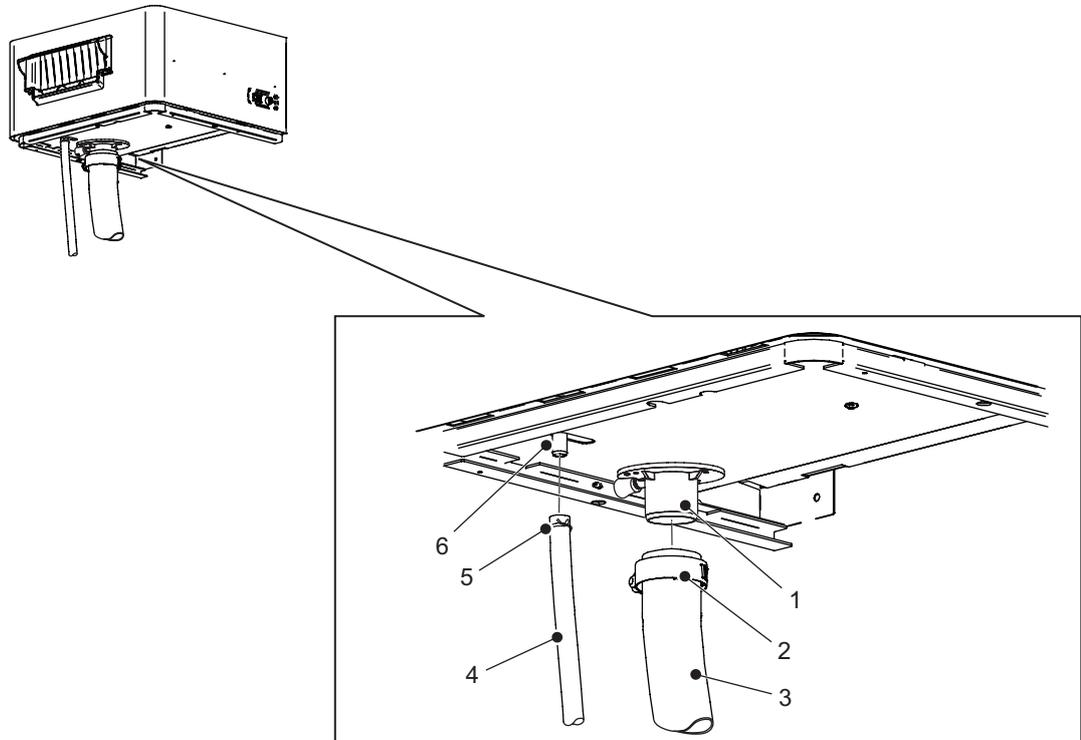

Bild 12: Schlauchanschlüsse am Ventilationsgerät
- a. Befestigen Sie den Dampfschlauch (nicht mitgeliefert) mit einer Klemme (mitgeliefert) am Dampfadapter. Siehe Bild 12.